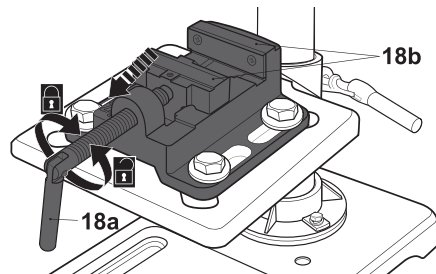

Fig. 19
- > Gire la manivela (18a) en sentido antihorario para aflojar las pinzas (18b) (Fig. 19).